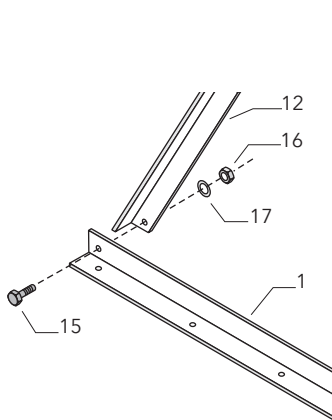

Fig. 14 Vissez le profil du capteur après le profil au sol
Finalement, reliez, selon les instructions de la Fig. 14, la partie basse du profilé de réglage (11) avec le profilé en L horizontal (1) à l'aide des vis à tête marteau (13) et des écrous (14). Enfoncez la tête marteau des vis dans les glissières des profilés de réglage (11) puis tournez les de 90° (N).